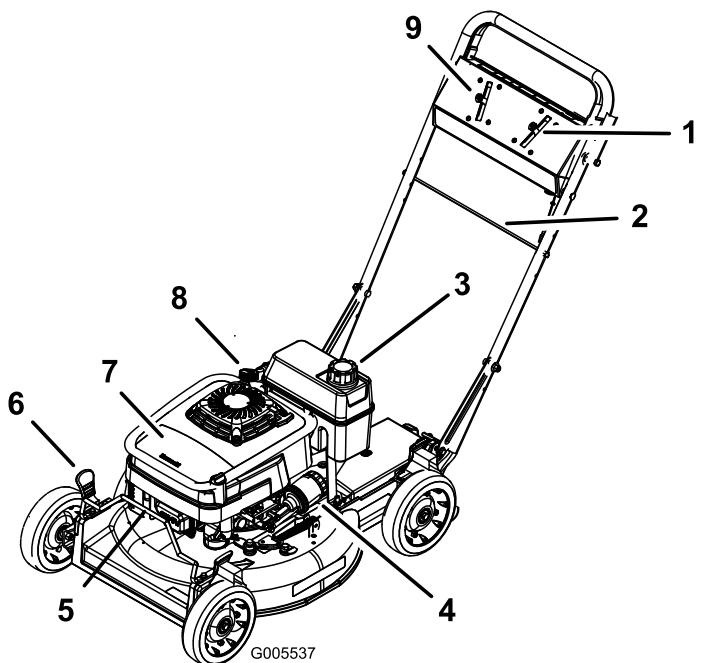

Figura 8
4. Portate il selettori della velocità in posizione di folle (N) (Figura 8).